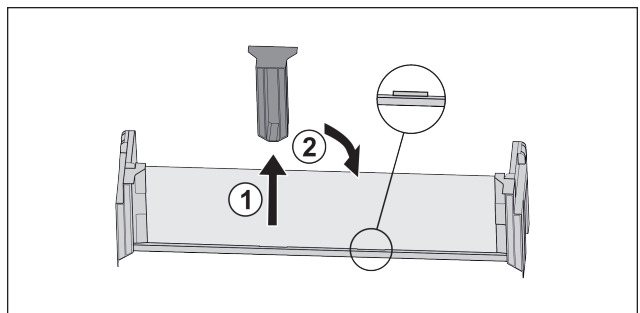

Fig. 94
- ▶ Витягнути середню деталь для підтримки Fig. 94 (1).
- ▶ Вставити середню деталь для підтримки на друге положення Fig. 94 (2).